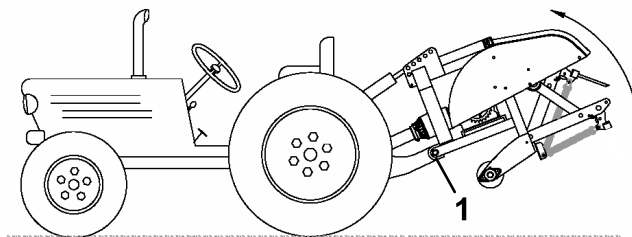

Figura 26
**Nota:** Para evitar una elevación excesiva, conecte los brazos de elevación del tractor en los taladros superiores del soporte de elevación, si está instalado (Figura 26). El ángulo máximo del árbol de la TDF es de 35°.